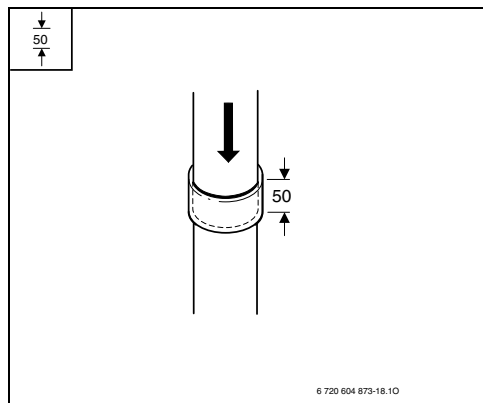

Fig. 30
► Inserire gli accessori per aspirazione/scarico fino al bloccaggio (in questo caso: 50 mm profondità di inserimento) (Fig. 30).